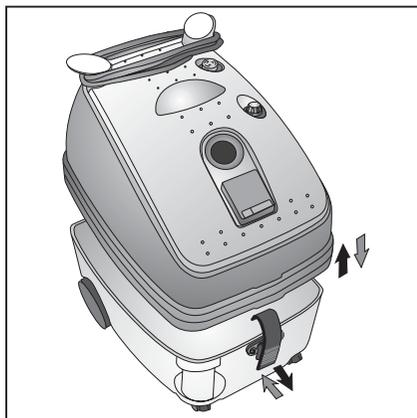

Fig. 3
- Riposizionare la parte superiore della macchina sul serbatoio di recupero nel verso indicato (Fig. 3)
- Agganciare i ganci di chiusura (F) accertandosi che le due parti combacino perfettamente.